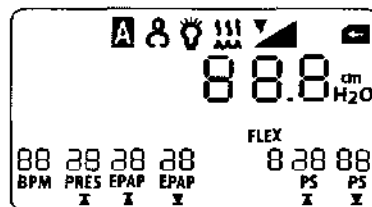

Figura 6-5 Pantalla Supervisión
2. Presione el botón  para colocar el dispositivo en el estado de funcionamiento (y encender el flujo de aire). Aparece la pantalla Supervisión, según se muestra en la Figura 6-5.